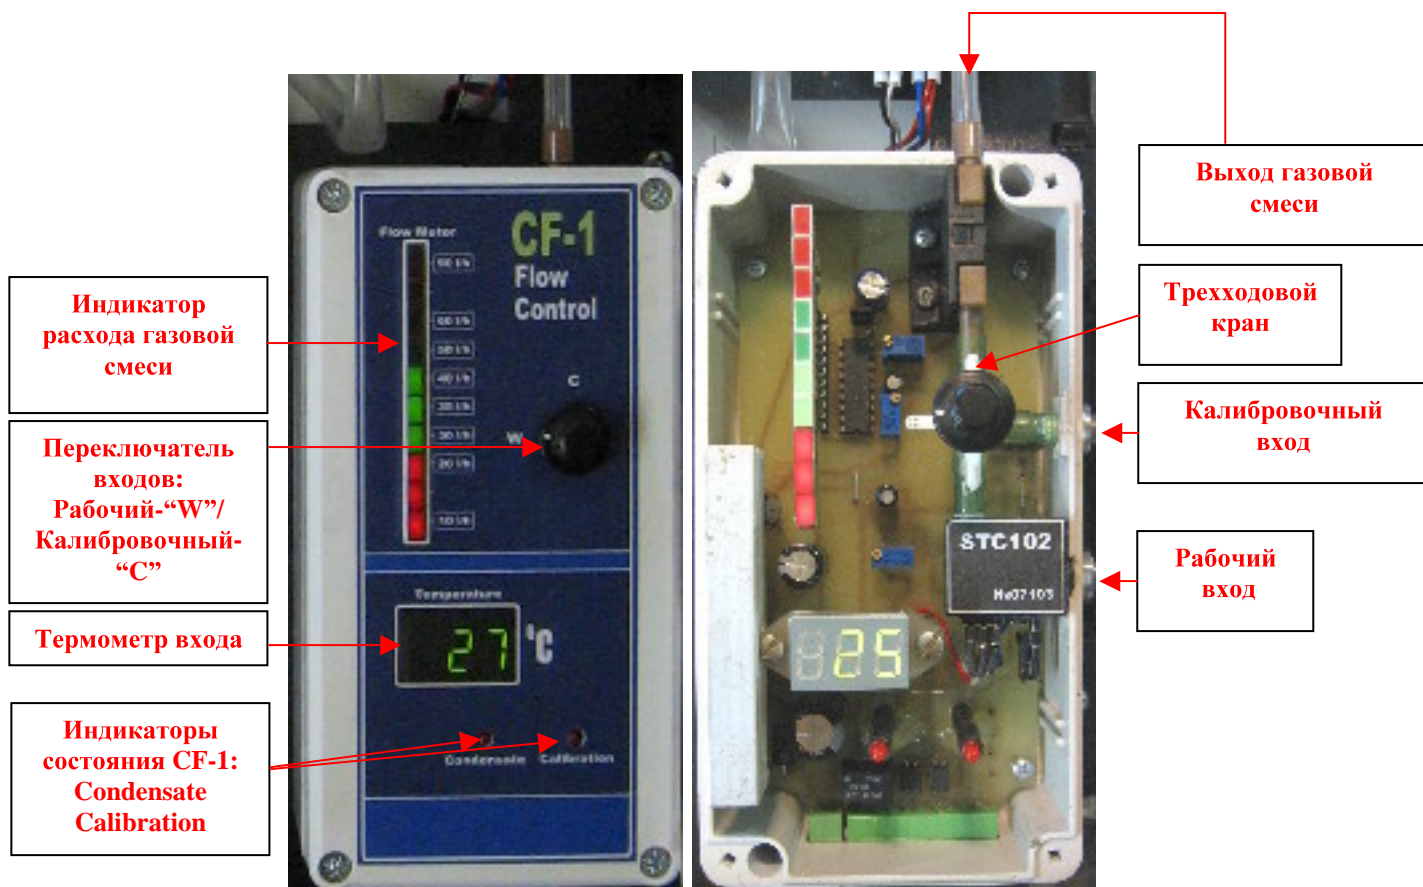
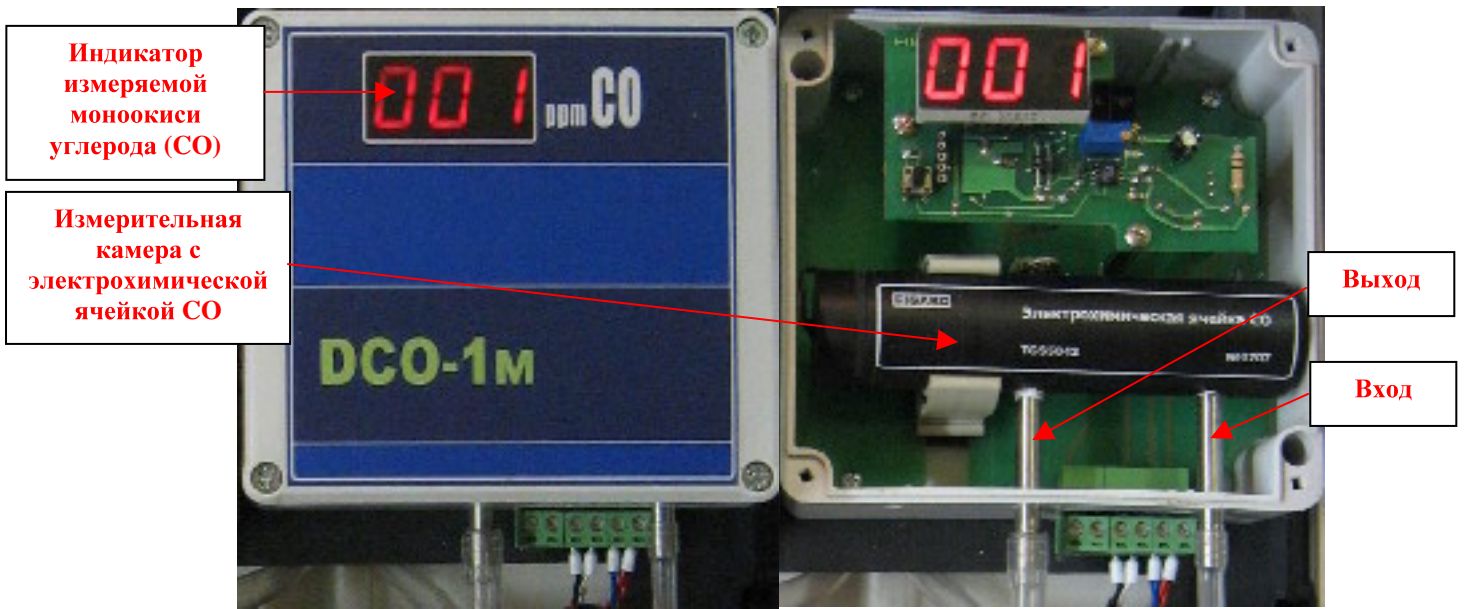

Рис.1. Внешний вид блока CF-1
Рис.2. Внешний вид датчика DCO-1m
5.2. Движение анализируемой газовой смеси в СКПГ-1м осуществляется по следующей схеме - газовая смесь после фильтра F1 подается на рабочий вход (также имеется калибровочный вход) блока CF-1 (см. рис.1) затем через выход подается на вход DCO-1м (см. рис.2).
5.3. Для обеспечения нормальной работы СКПГ-1м необходимо, чтобы расход анализируемой газовой смеси находился в пределах от 20 до 50 дм³/ч, зеленый сектор на индикаторе расхода газовой смеси (см.рис.1).
8.1.1. **Один раз в сутки** проверять и при необходимости корректировать расход анализируемой газовой смеси в пределах от 20 до 50 дм³/ч, зеленый сектор на индикаторе расхода газовой смеси блока CF-1 (см.рис.1).